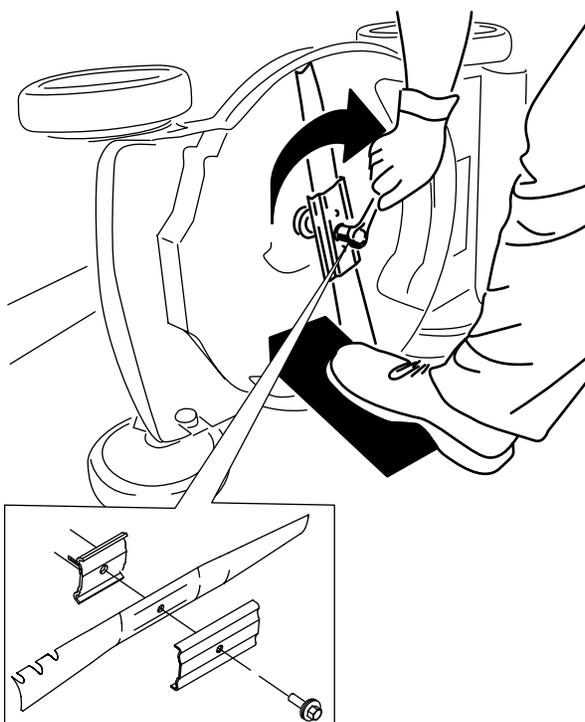

Figura 21
4. Instale lâmina nova e todo o equipamento de montagem (Figura 21).